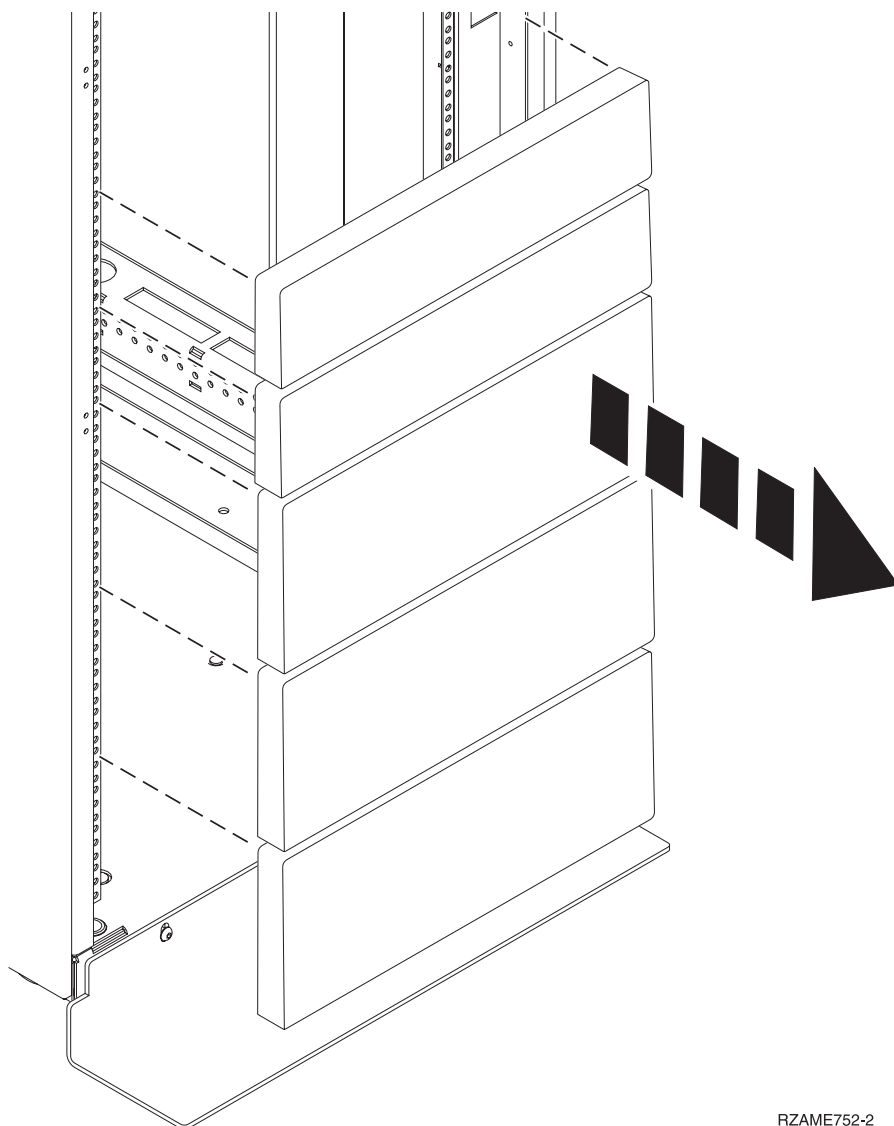

Figure 1. Retrait des panneaux obturateurs
2. Pour plus d'informations, voir la figure 1.